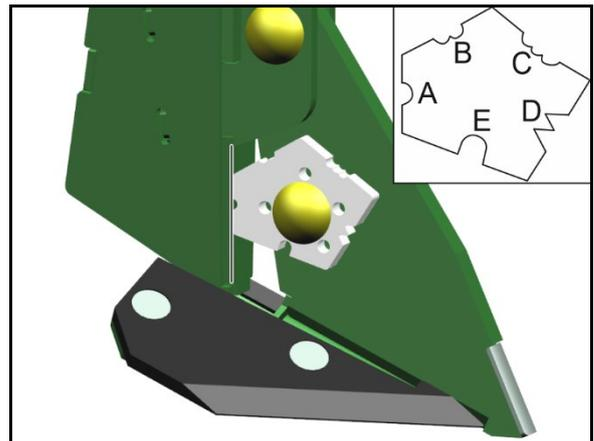

Fig. 96
13. Das Reibrad mit der Abdrehkurbel (Fig. 96/1) in Pfeilrichtung drehen.